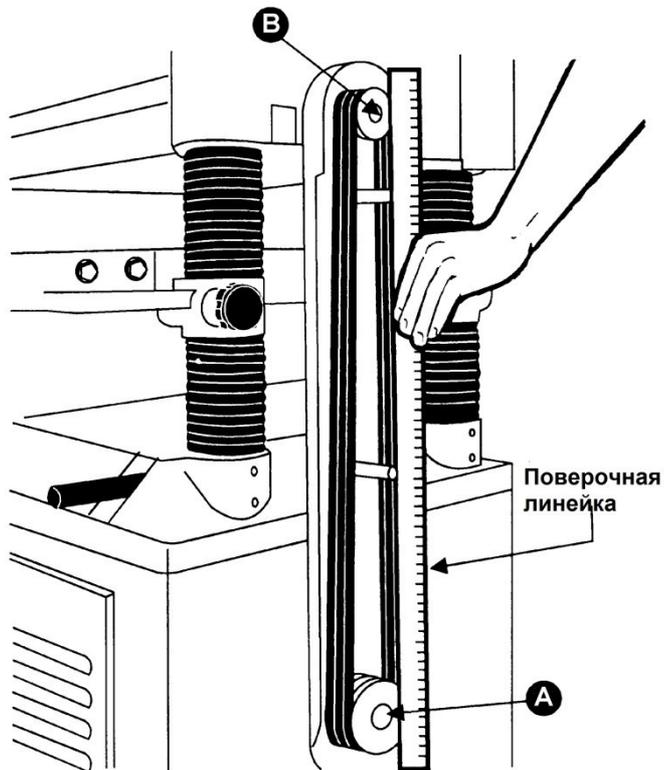
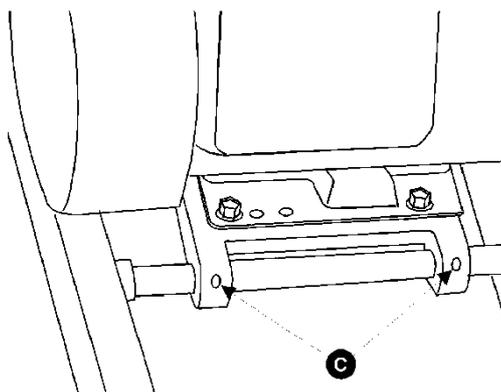

Рис. 9
Рис. 10
1. Выровняйте шкив электродвигателя (А, см. Рис. 9) и шкив строгального вала (В, см. Рис. 9) с помощью поверочной линейки. Сместите держатель электродвигателя путем ослабления установочных винтов (С, см. Рис. 10) в держателе, чтобы выровнять шкивы.